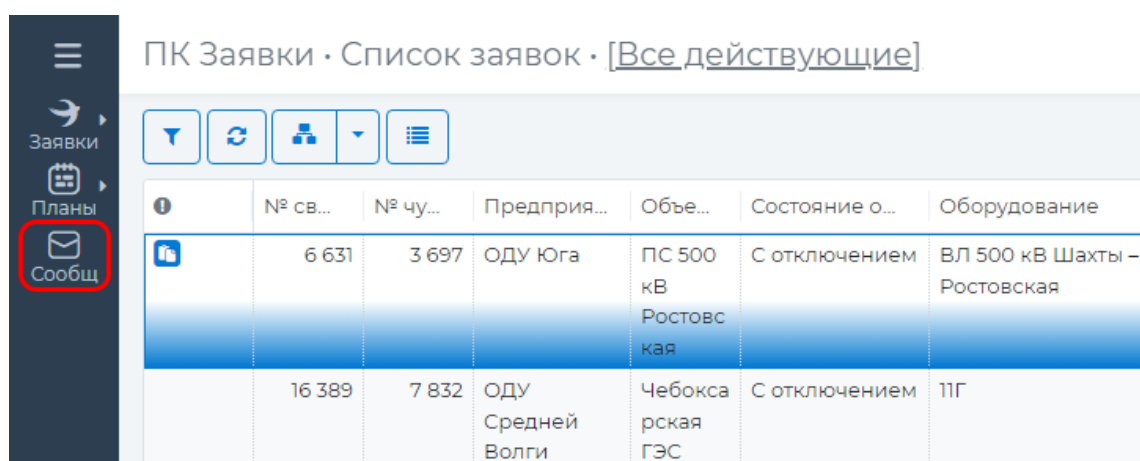

Рисунок 15.1 – Переход к журналу сообщений из бокового меню
- в левом боковом меню нажать на кнопку «Сообщ» (Рисунок 15.1);